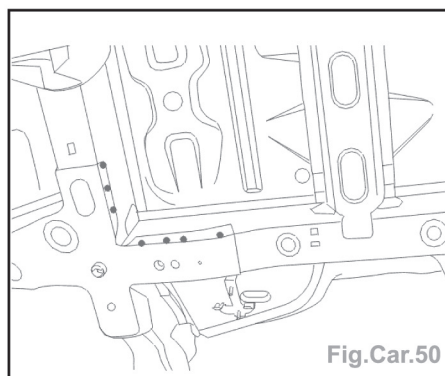

Fig.Car.50
- Souder par points bouchons (Fig.Car.50).